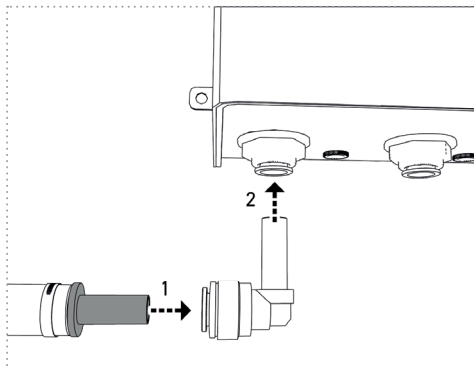

Abbildung 10b
b. in die im Lieferumfang enthaltenen „Winkelstecker 3/8“ und danach in die UV-Einheit ein (*Abbildung 10b*).